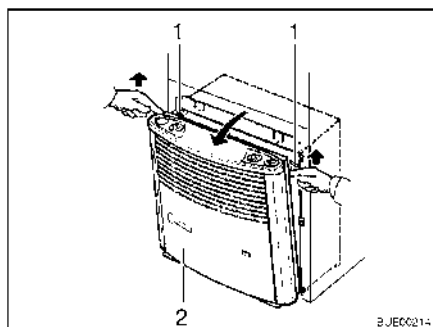

Fig. 98 Retirer habillage du chauffage
- Enlever l'habillage du chauffage (Fig. 98,2). Pour ce faire, tirer le haut de l'habillage vers l'avant, presser les ressorts de retenue (Fig. 98,1) latéralement vers le haut et rabattre l'habillage vers l'avant.